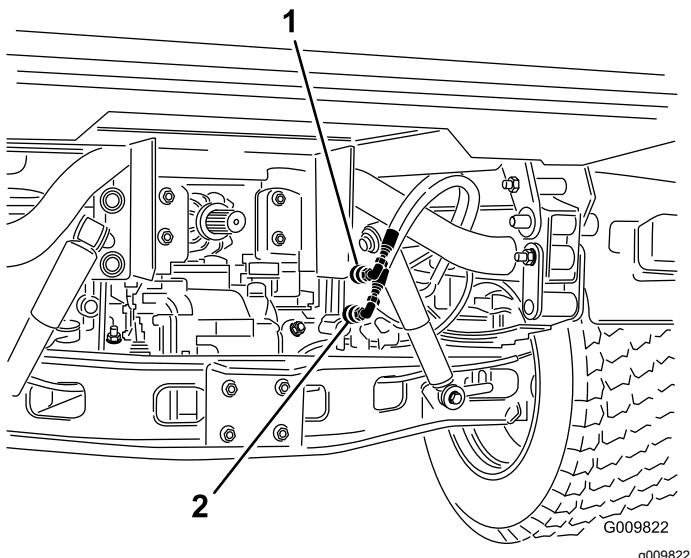

Figura 83
- En ambas máquinas, desconecte las dos mangueras de acoplamiento rápido de las mangueras que están conectadas al soporte de acoplamiento (Figura 83).